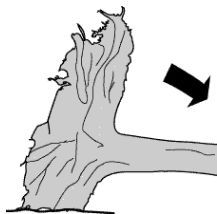

Figure 6 : Arbre déraciné dont la souche penche vers le tronc
■ **Arbre déraciné dont la souche penche vers le tronc (Figure 6)**